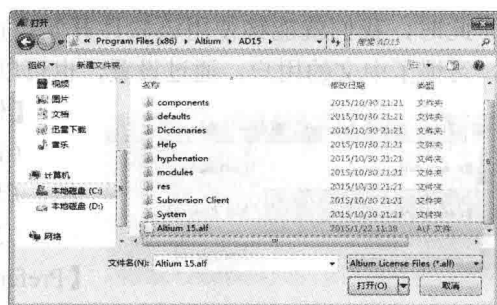

图 1-10 选择指定授权文件对话框
(3) 单击“Add standalone license file”链接, 弹出选择授权文件对话框, 选择指定授权文件, 如图 1-10 所示。